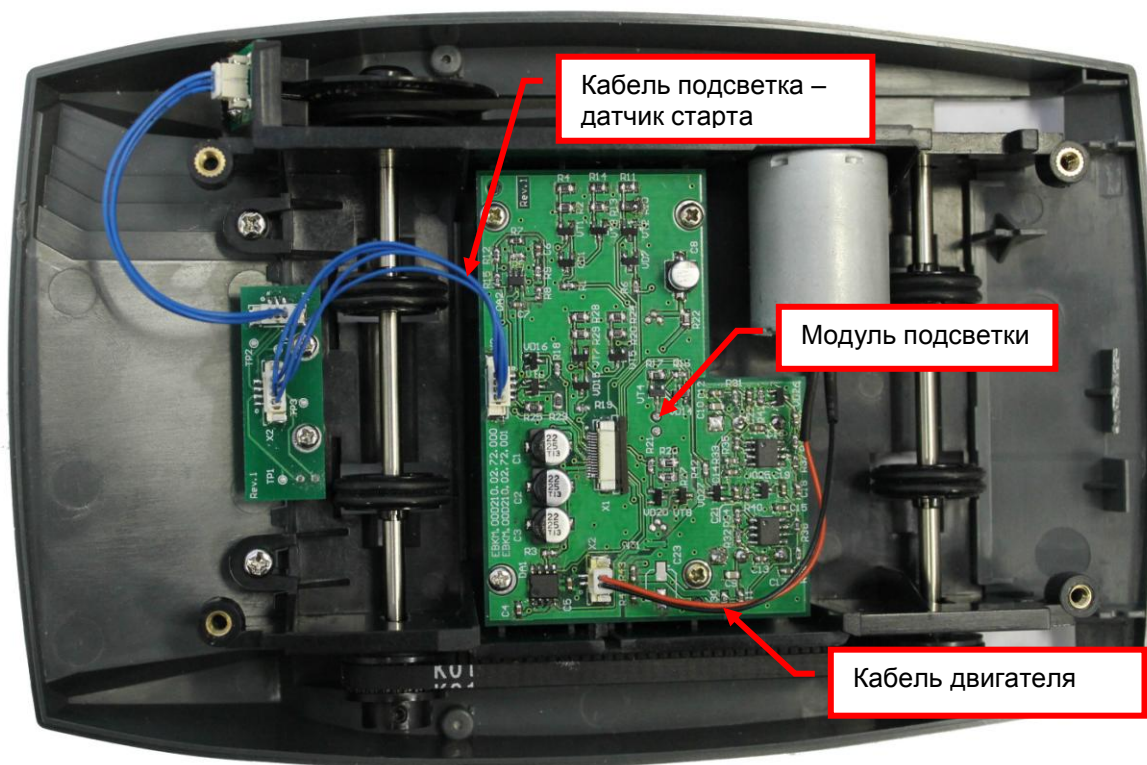

Рис. 8.21
8.9.2 Отсоедините кабель двигателя от разъема X2 модуля подсветки. Отсоедините кабель подсветка-датчик старта ЕВКМ.00D210.00.74.000 от разъема X3 модуля подсветки (см. рис.8.21).